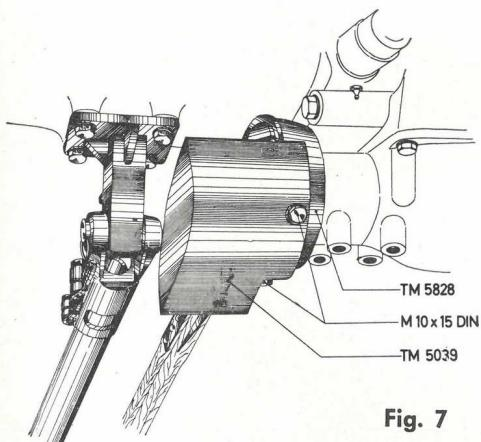

Fig. 7
- Fixer le **boîtier protecteur** TM 5039 à la cloche TM 5828 au moyen des 2 vis 6 pans $M 10 \times 15$ (Fig. 7).